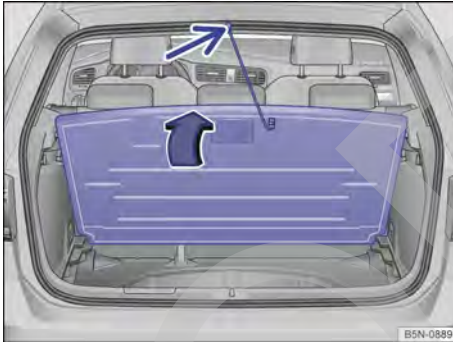

Fig. 189 En el maletero: levantar el piso del maletero.
- Agarre el piso del maletero por la cavidad → fig. 189 y levántelo hacia arriba en el sentido de la flecha. Enganche la cinta de sujeción en la junta de goma (flecha pequeña).